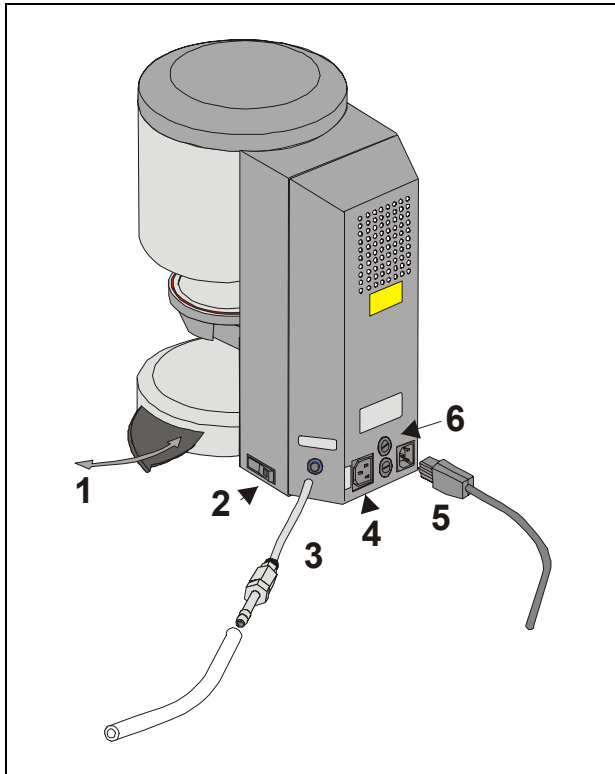

Fig. 1
- Conectar la bomba de vacío (Fig. 1)
- Conectar el aparato a la tensión de la red con el cable de conexión a la red suministrado (Fig. 1). Usar como cable de conexión un cable de alimentación para aparatos caliente tipo HO5RR-F 3G1,0 mm2. Evitar la conexión con prolongación a las cajas de distribución. Existe peligro de incendio en caso de sobrecarga.
Al no usarse el aparato, el ascensor debiera de desplazarse a la cámara de quemado y el aparato debiera estar desconectado con el interruptor principal (vea la Fig. 1, punto 2). El cerrar la cámara de quemado protege el aislamiento e impide la toma de humedad. Para desconectar el aparato, pulse la tecla **símbolo de desconexión** vea el punto **13**, el ascensor se entra automáticamente, la pantalla indica, desconectar el aparato con el interruptor principal.